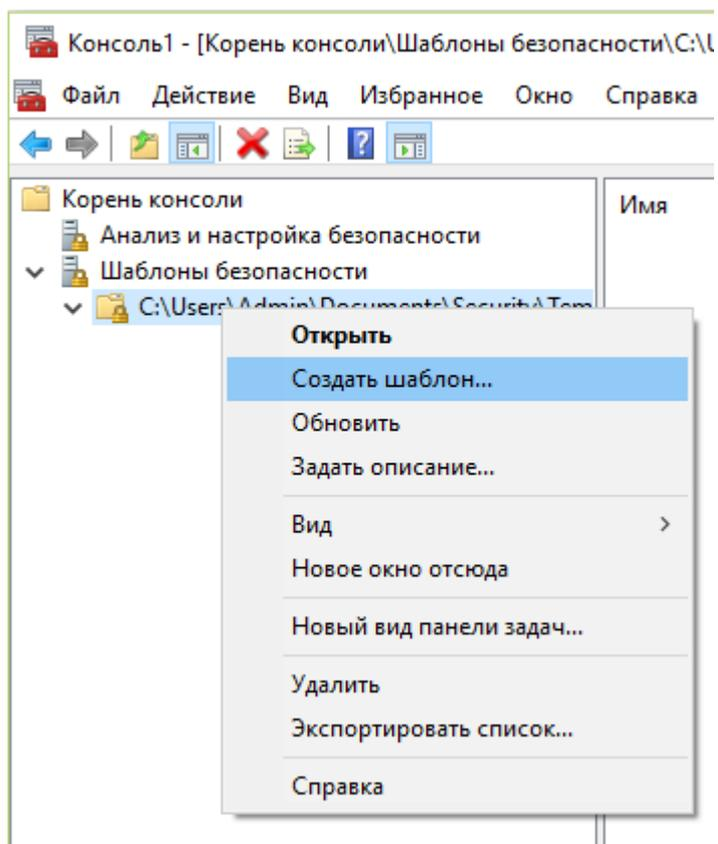

Рис. 19.6 Добавление шаблона безопасности
4. Выбрать «Шаблоны безопасности» и добавить новый шаблон, рисунок 19.6